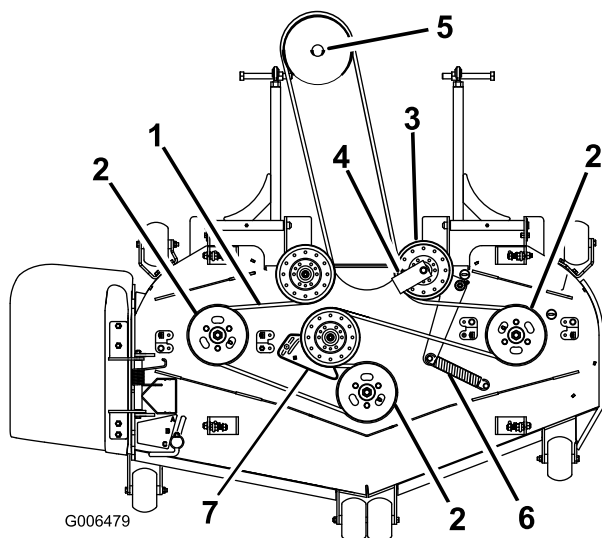

Figure 84
7. Enlevez le guide-courroie sur la poulie de tension rappelée par ressort, comme montré à la Figure 84.
9. Acheminez la courroie neuve autour des poulies du plateau de coupe et de la poulie du boîtier d'engrenages, sous le moteur (Figure 84).
10. Montez le guide-courroie sur la poulie de tension rappelée par ressort à un angle de 45 degrés, comme montré à la Figure 84. Serrez le boulon à un couple de 37 à 45 N·m.
11. Accrochez le ressort de tension aux 2 montants (Figure 84).